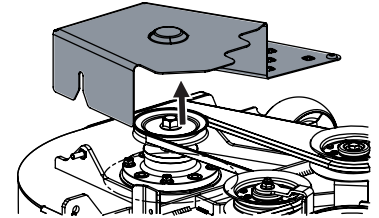

Figura 56
3. Extraiga las cubiertas de la correa de la plataforma. Consulte la Figura 56.